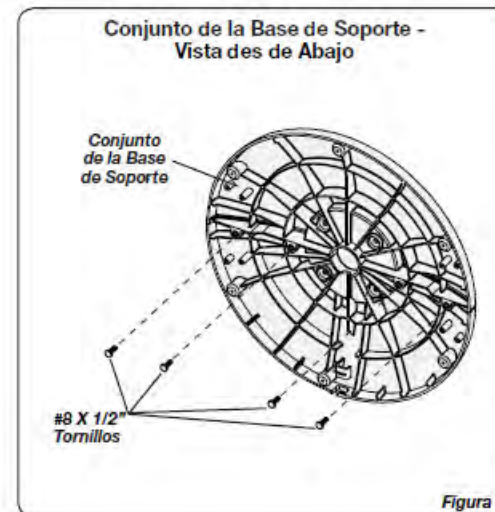

Figura 3
5. Fije los **Tornillos (4) #8 X 1/2" (1,27 cm)** en los cuatro orificios que se encuentran en la parte inferior de la base. (*Figura 3*)